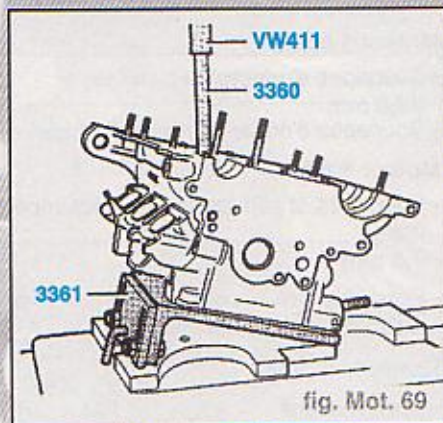

fig. Mot. 69
- Expulser les guides de soupapes usés avec l'éjecteur **3360** (éjecteur **3121** sur le moteur 1,6 l) à partir du côté de l'arbre à cames (fig. Mot. 69). En cas de guide de soupape avec collet (guide de réparation), expulser à partir du côté de la chambre de combustion.